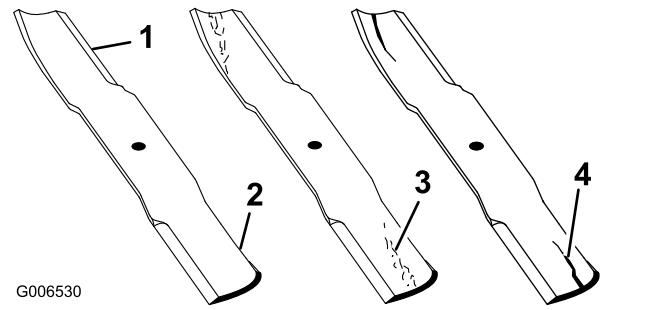

Figura 35
1. Inspeccione los filos de corte (Figura 35).
4. Si observa fisuras, desgaste o la formación de una ranura en esta zona, instale de inmediato una cuchilla nueva (Figura 35).